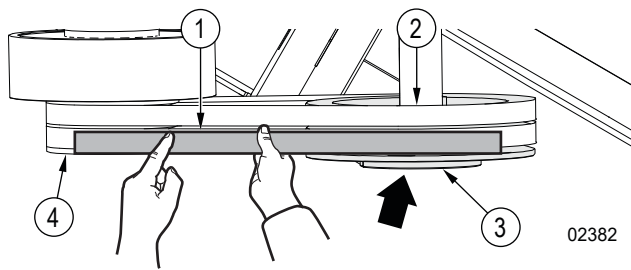

Fig. 42—Alignez la poulie du rotor
- Si le bord du volant de l'embrayage du moteur est parallèle à la règle droite, mais n'est pas aligné avec la poulie du rotor, alignez la poulie du rotor. Consultez la Figure 42 à la page 56. Pour obtenir des instructions, consultez *Aligner la poulie du rotor* à la page 60.